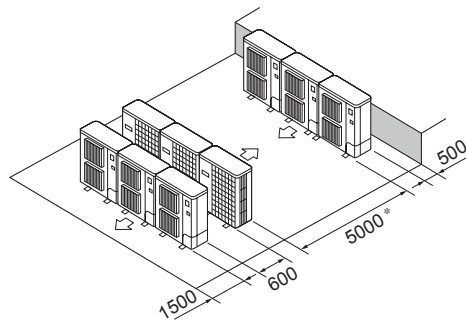

Fig. 2-14
- ⑥ Mehrfachanlagen in paralleler Anordnung (Fig. 2-14)